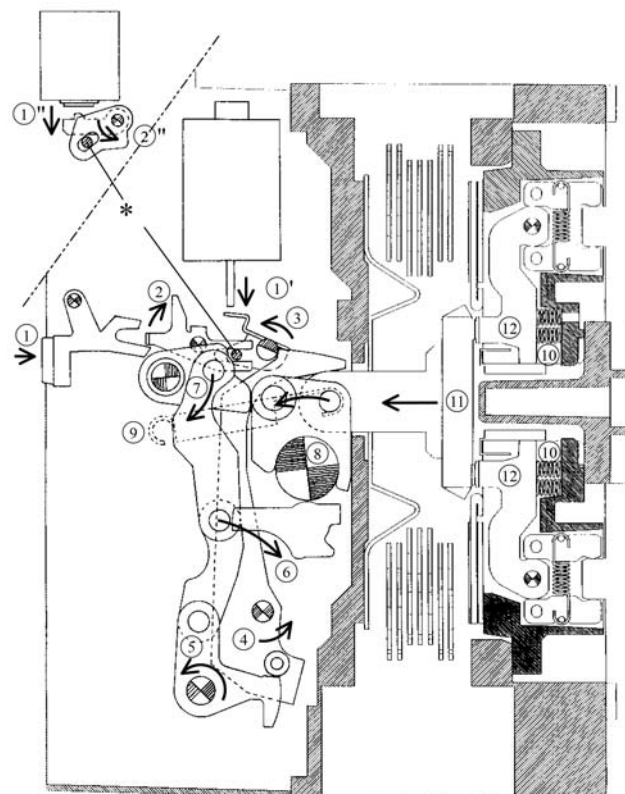

Fig. 27 Movimiento de apertura
El giro de la leva de cierre (8) hacia la derecha empuja la articulación de cierre y la articulación superior (9) de manera recta. Esto hace girar la leva acodada (10) conectada con la articulación de cierre (9) hacia la izquierda, de modo tal que la barra transversal (11) gira hacia la derecha y el contacto móvil (12) entra en contacto con el contacto estacionario (13). En este momento, cada componente se encuentra en la posición indicada en la Fig. 27.